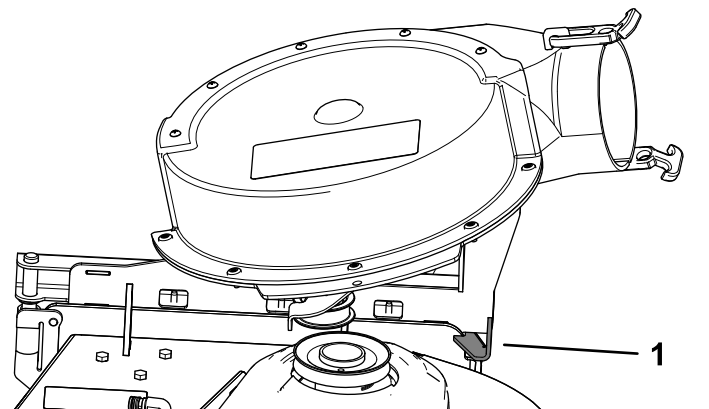

Figura 24
**Nota:** O conjunto do soprador deve prender automaticamente como se mostra na Figura 24.